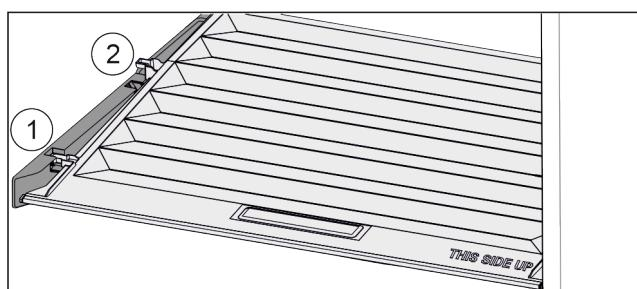

Fig. 26
- Издърпайте напред Fig. 26 (1) капака до отвора в задържащите части.
- Повдигнете го отзад отдолу и отстранете Fig. 26 (2) нагоре.